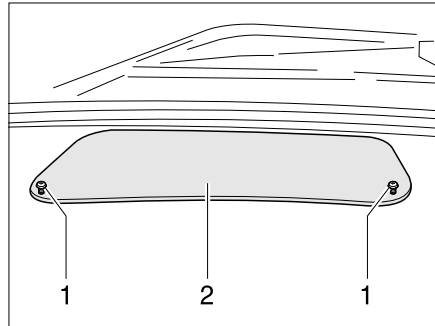
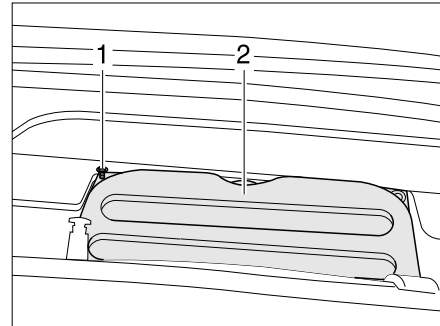

Bild 24 Abdeckung im Armaturenbrett
Bild 25 Abdeckung zum Motorraum
- Zwei Schrauben (Bild 24,1) lösen und Abdeckung (Bild 24,2) abnehmen.
- Sechs Innensechskantschrauben (Bild 25,1) herausdrehen und mit Scheiben abnehmen.
- Abdeckung (Bild 25,2) abnehmen.
- Beide Abdeckungen (Bild 25,2 und Bild 24,2) wieder festschrauben.